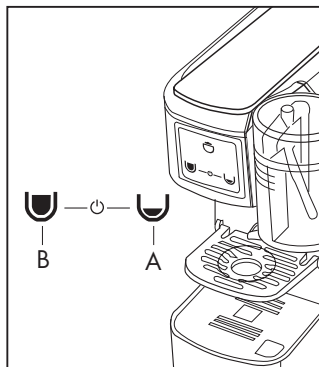

Fig. 7
Se la macchina rimane accesa e non viene utilizzata si attiva la funzione risparmio energia e un tasto sul pannello comandi (2) lampeggia ad intermittenza. Per ripristinare la macchina premere un tasto (AoB) ed attendere il riscaldamento (Fig. 7).